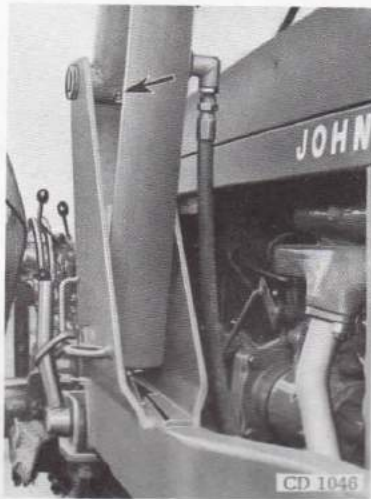

Fig. 27 - Point de graissage de l'articulation inférieure du vérin de levage.
- 2 graisseurs du châssis de levage (fig. 27)